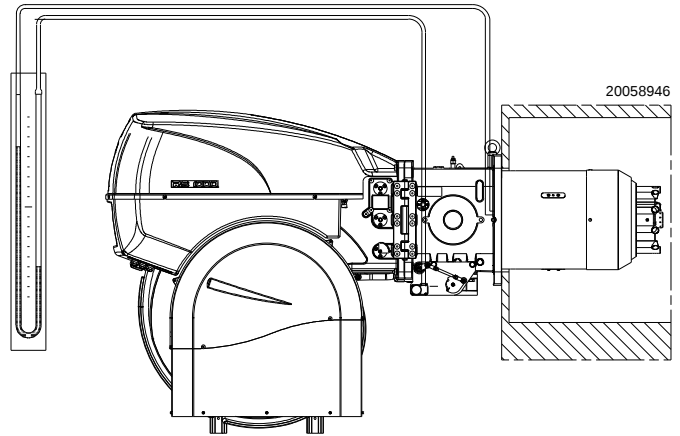

Abb. 26
- Montieren Sie ein U-Rohr-Manometer oder einen Differenzialdruckmesser (Abb. 26), mit Entnahmestelle (+) am Gasdruck der Muffe und (-) in der Brennkammer. Damit soll annäherungsweise die Höchstleistung des Brenners ermittelt werden.
Das U-Rohr-Manometer (Abb. 26) zeigt den Gaseintritt an der Muffe an.